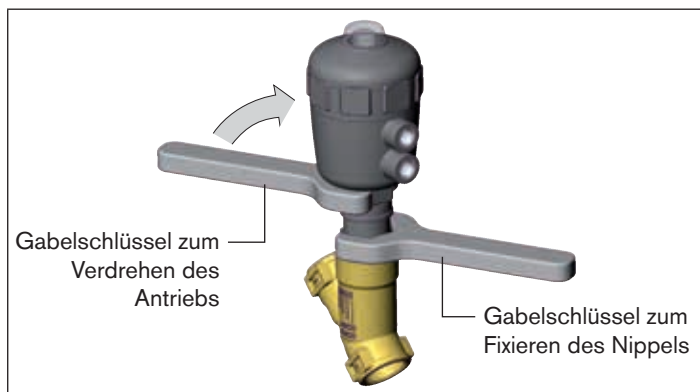

Bild 19: Drehen mit Gabelschlüssel
- Passenden Gabelschlüssel am Sechskant des Antriebs ansetzen (siehe „Bild 19“).
- ▶ Den Antrieb **nur im vorgegebenen Richtungssinn** drehen (siehe „Bild 19“).